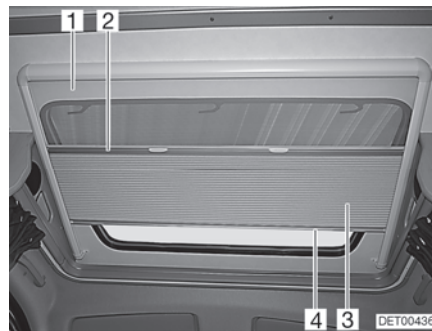

Fig. 48 Toit ouvrant
Le dispositif occultant plissé (Fig. 48,3) est relié de manière permanente à une moustiquaire (Fig. 48,1).
- Saisir la tige de fermeture (Fig. 48,4) du dispositif occultant plissé par le milieu et tirer avec précaution vers le bas.
- Ramener lentement le dispositif occultant plissé en arrière par la tige de fermeture (Fig. 48,4).
- Saisir la moustiquaire par le centre de la tige de fermeture (Fig. 48,2) et tirer avec précaution vers le bas.
- Ramener lentement la moustiquaire en arrière par la tige de fermeture du dispositif occultant plissé (Fig. 48,4).